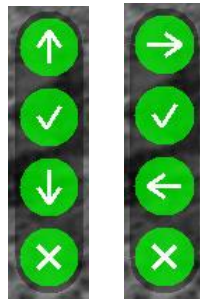

Рисунок 10 – Примеры индикатора назначения кнопок
- **Индикатор назначения кнопок** – индикатор, подсказывающий пользователю назначение каждой отдельной кнопки , , ,  при выполнении какого-либо действия в выбранном режиме (см. рис. 10). Данный индикатор появляется **только** в случаях, предусмотренных в ПО (например, при вводе выверки прицельной сетки).